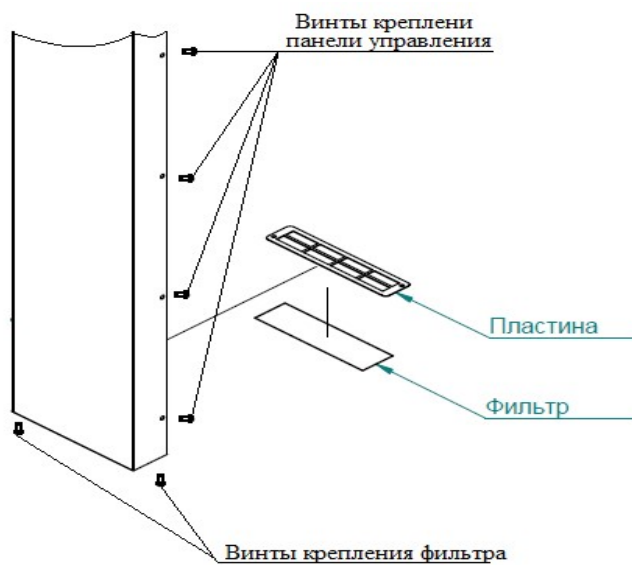

Рис.40 Замена воздушного фильтра
- открыть дверь пароконвектомата и снять винты крепления панели управления (см. рис.40);